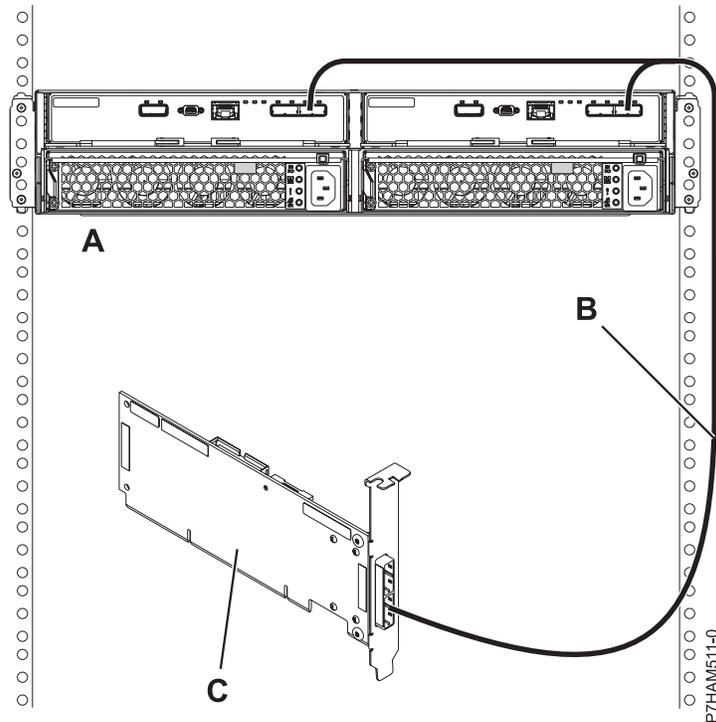

Abbildung 36. Modus 1-Anschluss eines Plattenlaufwerkgehäuses 5887 mit einem YO-Kabel an einen einzelnen SAS-Adapter
12. Schließen Sie ein Plattenlaufwerkgehäuse 5887 im Modus 1 (**A**) mit einem YO-Kabel (**B**) an einen einzelnen SAS-Adapter (**C**) an. Siehe Abb. 36 auf Seite 38.